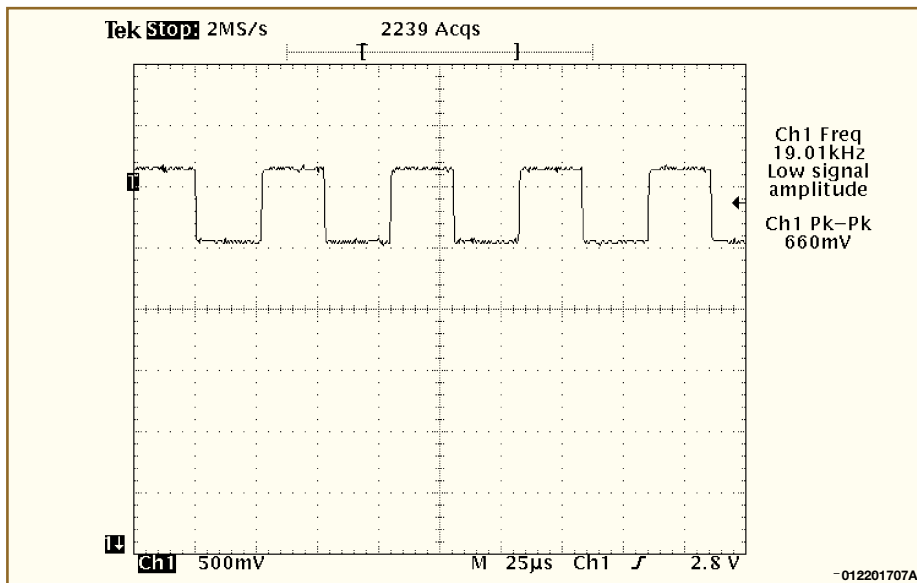

Bild 7: Überprüfung des 19-kHz-Signals an Pin 8 von IC 4
- Kontrollieren Sie, ob der 38-kHz-Oszillator arbeitet durch Überprüfung des 19-kHz-Signals an Pin 8 von IC 4 (ca. 600mV_{ss}). Siehe dazu Abbildung 7.